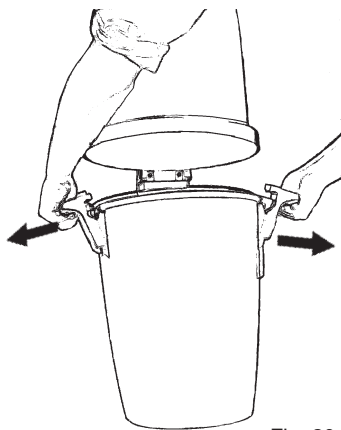

Fig. 20
1. Soltar las dos mangos que sujetan el recipiente de polvo. Destruarlos tirando de los mangos hacia afuera del recipiente, Fig. 20.